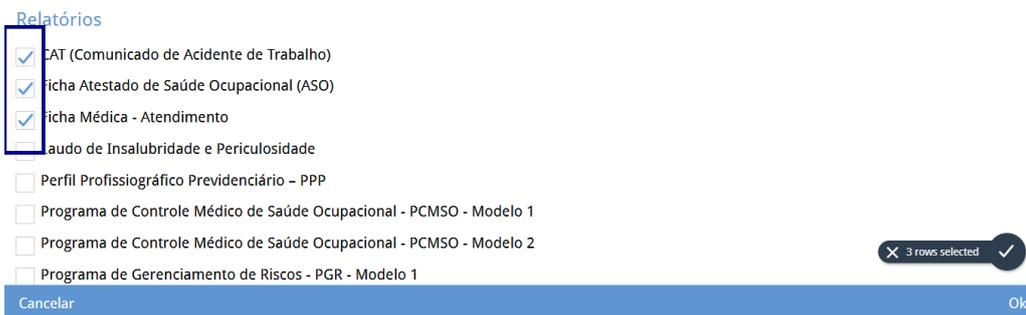

Figura 155: Caixa de Seleção
3. Selecione os relatórios desejados através da **caixa de seleção** (Figura 155) lateral na janela.